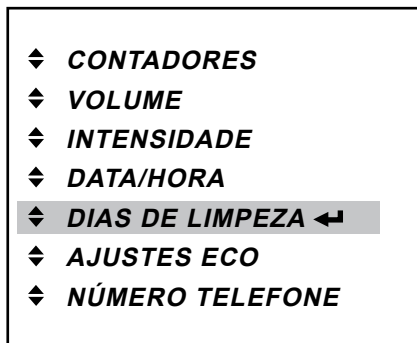

Fig. 42
- Prima a tecla Enter ◀ para acessar o menu «DIAS DE LIMPEZA». (Fig. 42)